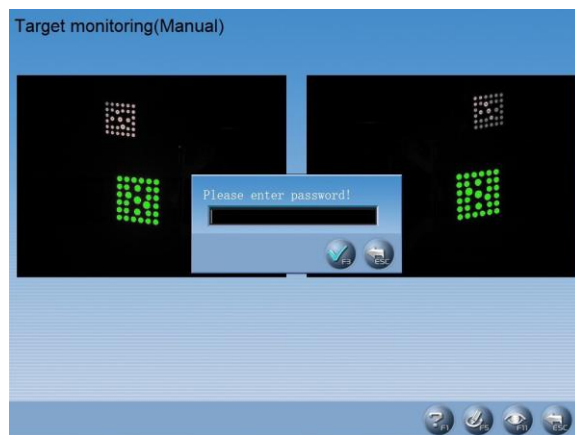

Рис. 4.48
1. Резервирование: нажмите кнопку , выберите файл во всплывающем окне, который требуется сохранить (окно показано на рис.4.48) или введите путь к экспортируемому файлу в
Примечание. После первой установки или замены камеры (камер) во время обслуживания левую и правую камеры можно поменять местами, при этом необходимо выполнить операцию настройки камер после замены. Нажмите значок [Замена камер] в интерфейсе [Мониторинг мишеней], система переходит в окно, показанное на рис.4.48.